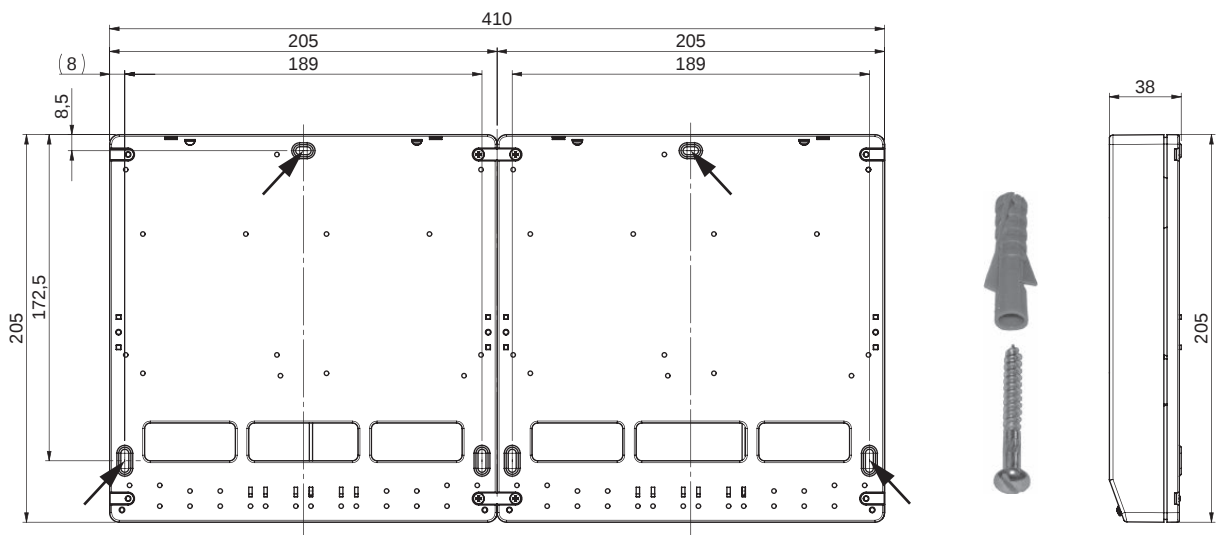

Fig. 130 Schizzo quotato - vista da dietro
- ▶ Praticare i fori di montaggio (Ø 6 mm) nel muro come nello schizzo (Fig. 130).